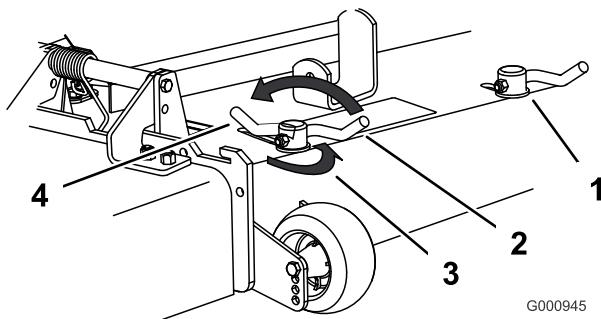

Figura 20
3. Para ajustar los bloques de leva, levante la palanca para aflojar el bloqueo de leva (Figura 20).
5. Devuelva la palanca a su posición original para apretar el deflector y los bloques de leva (Figura 20).